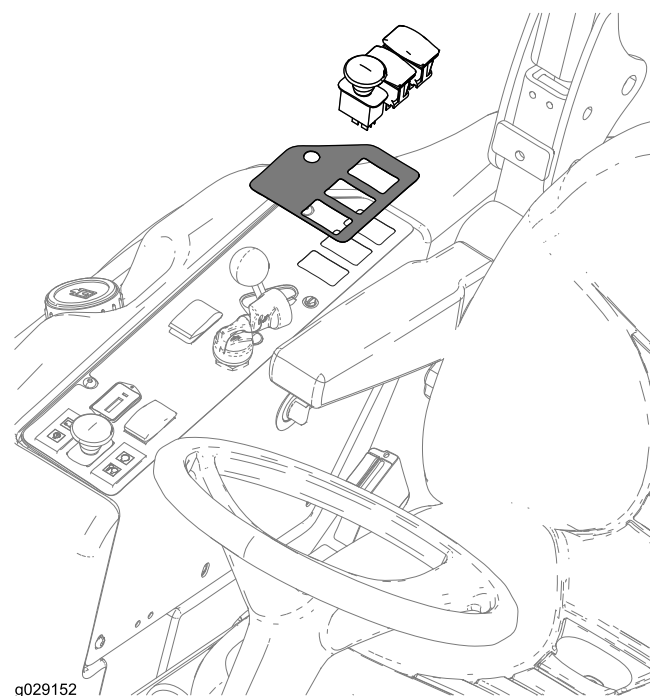

Рисунок 20
1. На нижней поверхности панели управления найдите и удалите три выступающие части в местах, где будут установлены переключатели (Рисунок 20).
2. Вырежьте такие же отверстия в наклейке для панели управления (Рисунок 20).
3. Прикрепите наклейку и установите переключатели, как показано на Рисунок 20.